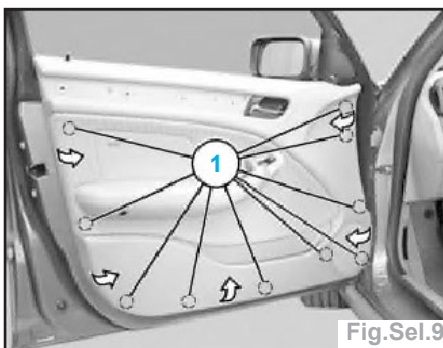

Fig.Sel.9
- Dégager les caches (3), détacher les vis situées en dessous ainsi que les vis (2).
- Déclipser les clips (1) de la garniture de portière avec l'outil spécial 00 9 317 cale à garniture (fig.Sel.9).